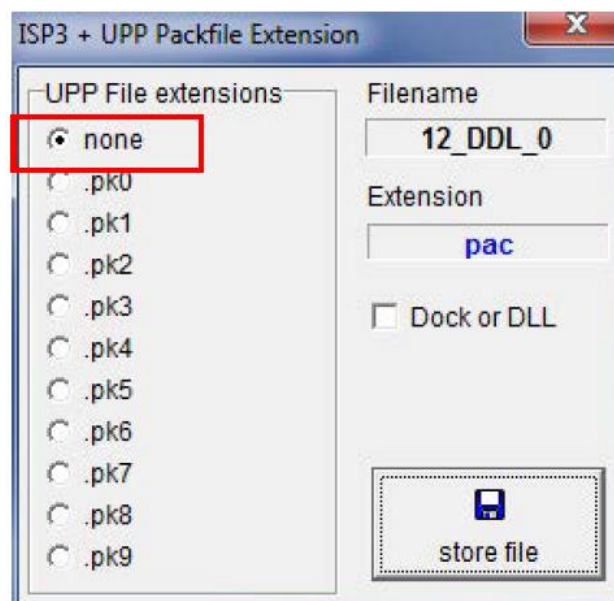

Рисунок 14
1.2.13 Во всплывающем окне «ISP3+UPP Packfile Extension», вы можете выбрать предпочитаемый канал, активировав переключатель рядом с ним (рисунок 14). Если выбрано «none», прошивка копируется на следующий свободный канал.